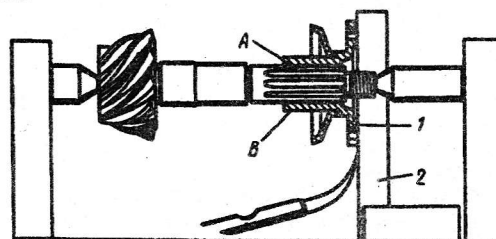

Рис. 145. Проверка биения фланца ведущей шестерни:
1. Собрать и установить на место ведущую шестерню, предварительно осмотрев фланец; убедиться в отсутствии забоин на шлифованной поверхности В, по которой работают сальники, и на торце А (рис. 145), не погнуты ли ушки крепления карданного вала. Привалочная поверхность фланца должна быть максимально плоской, иначе неизбежна вибрация карданного вала.